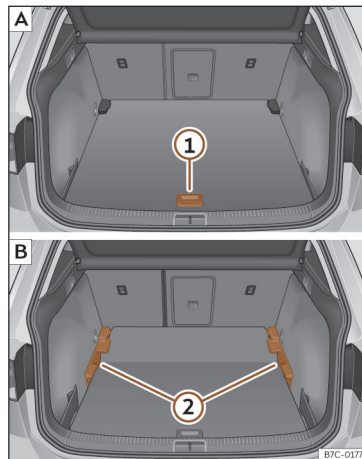

Fig. 165 Piso variável da bagageira: **A** posição alta; **B** posição baixa.
- Para passar da posição baixa para a alta, levante o piso pela pega >>> **Fig. 165 ①**, puxe-o para trás até que a parte dianteira do piso baixe totalmente os suportes **②**.
- Desloque o piso sobre estes para a frente até que chegue ao limite no encosto dos bancos traseiros e, de seguida, baixe o piso com a peça **①**.
- Para passar da posição alta para a baixa, levante o piso pela pega >>> **Fig. 165 ①**, puxe-o para trás até que a parte dianteira do piso baixe totalmente os suportes **②**.
- Deixe cair a parte anterior contra o piso e empurre o piso para a frente até que atinja o limite no encosto dos bancos traseiros, baixando ao mesmo tempo o piso com a pega **①**.
- Com o piso variável na posição alta, levante pela pega >>> **Fig. 165 ①**, puxe-o e empurre para o encosto dos bancos traseiros até que o piso dobre pela linha da dobradiça e a parte móvel do piso assente sobre o mesmo.
- Para passar da posição alta para a baixa, levante o piso variável pela pega >>> **Fig. 165 ①** e rebata-o para trás um pouco.
- Empurre o piso variável para os bancos traseiro rebatidos com a pega **①** fazendo um pouco de pressão para baixo para que a parte móvel do piso encoste os encostos aos bancos traseiros.